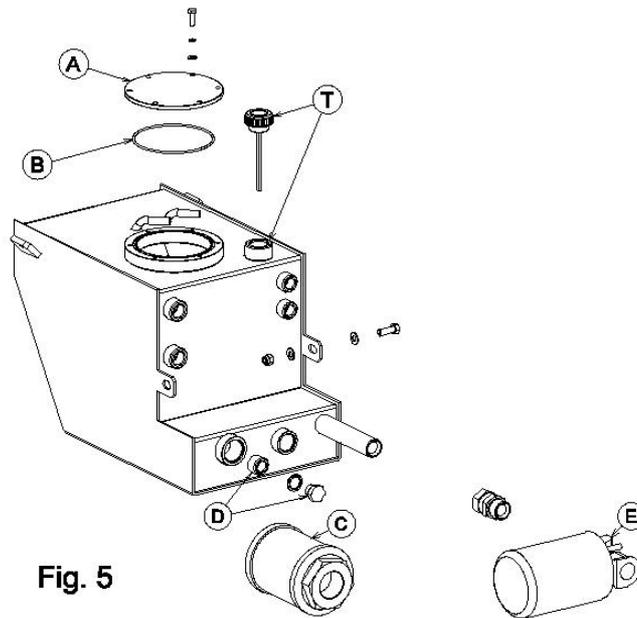

Fig. 5
- vider le réservoir de l'huile hydraulique en retirant le bouchon de vidange (Détail D, Fig. 5) en partie inférieure du réservoir, et en ayant soin de placer un récipient afin de ne pas répandre l'huile usée dans la nature,
- retirer le bouchon de remplissage du goulot (Détail T, Fig. 5) afin d'accélérer la sortie de l'huile,
- lorsque le réservoir est complètement vide, visser le bouchon de vidange (Détail D, Fig. 5) en ayant soin de vérifier que le joint n'est pas détérioré,
- procéder au remplissage avec l'une des huiles indiquées ci-dessus à travers le goulot du réservoir (Détail T, Fig. 5) en vérifiant, à l'aide de la tige du bouchon, que le niveau ne dépasse pas le cran du maximum.
Le filtre de la pompe principale (Détail E, Fig. 5) doit être dévissé à l'aide d'une clé à chaîne. Le filtre neuf doit **uniquement être serré à la main**, après avoir huilé le joint d'étanchéité.
Pour remplacer le filtre de la pompe auxiliaire (Détail C, Fig. 5), démonter la bride de support (Détail A, Fig. 5) du réservoir, dévisser le filtre et le remplacer. Lors du remontage de la bride sur le réservoir, vérifier que le joint d'étanchéité n'est pas détérioré (Détail B, Fig. 5).